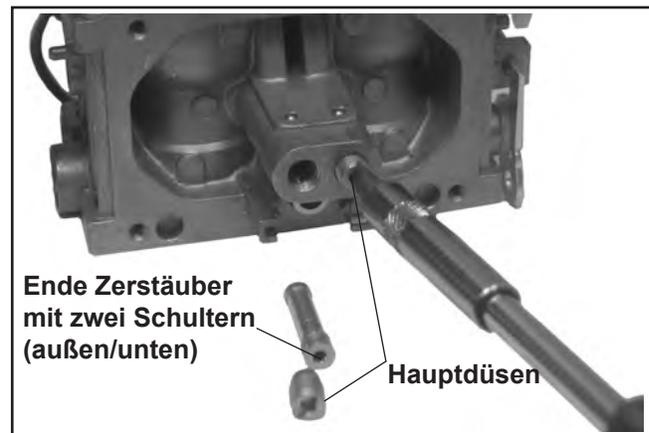

Abbildung 5-27. Installation der Hauptzerstäuber und Hauptdüsen.
- Zwei Hauptzerstäuber in den Türmen des Vergasergehäuses installieren. Das Ende der beiden Hauptzerstäuber mit zwei erhöhten Schultern muss sich außen/unten (nahe an den Hauptdüsen) befinden. Sicherstellen, dass die Zerstäuber sich vollständig am Boden befinden. Vorsichtig zwei Hauptdüsen auf der entsprechenden Seite, die bei der Herausnahme notiert wurde, in den Türmen des Vergasergehäuses installieren. Siehe Abbildung 5-27.